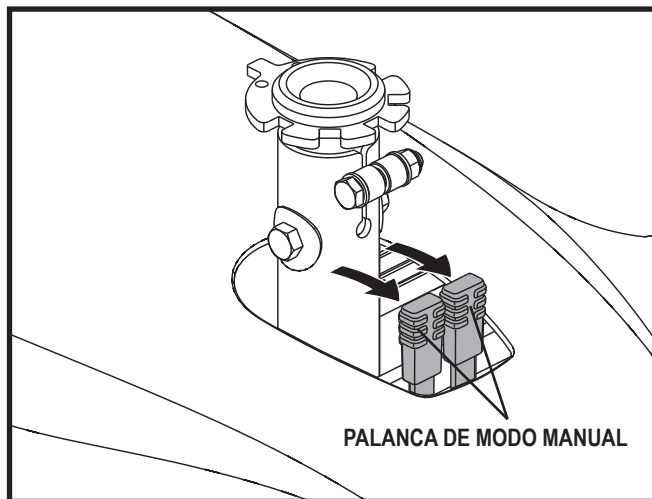

Figura 5. Modo conducción (motor activado)
2. Tire de las dos palancas hacia arriba para activar los motores (modo conducción). **Ver figura 5.**
2. Asegúrese de que la silla de alimentación esté en modo de accionamiento. **Ver Figura 5.**